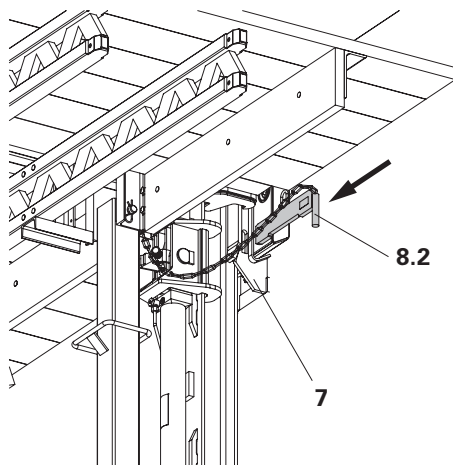

Fig. 49
2. Inserire i perni (**8.2**) nei dispositivi di sospensione (**7**). (Fig. 49)